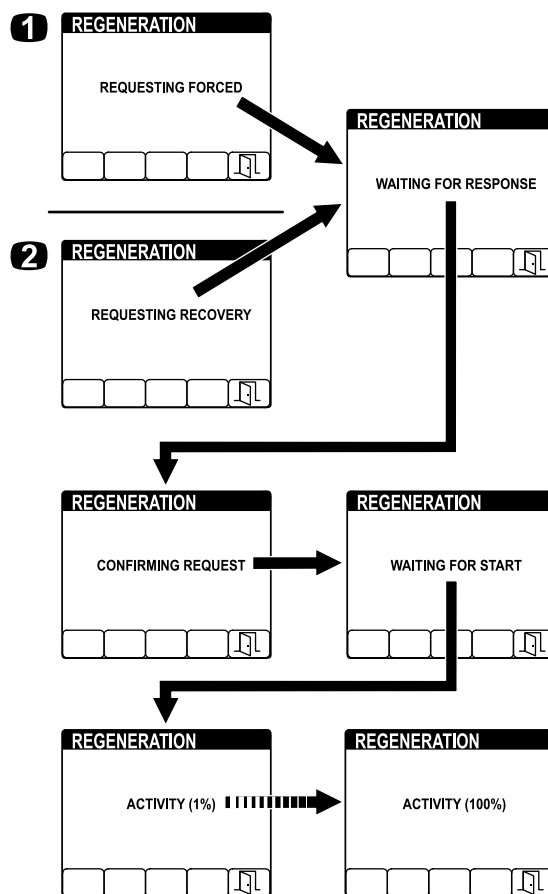

Figura 52
- Sull'InfoCenter viene visualizzata una sequenza di schermate (Figura 52) man mano che la rigenerazione procede: